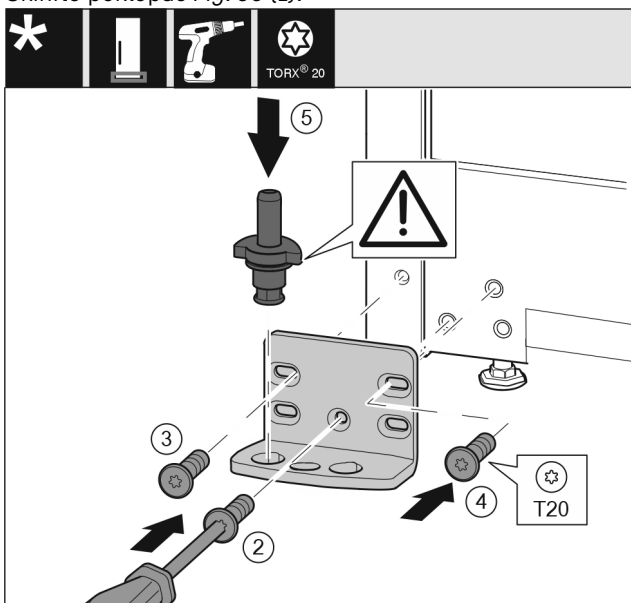

Fig. 31
- ▶ Postavite podložak ležaja na drugu stranu i pritegnite ga odvijačem. Započnite s vijkom Fig. 31 (2) dolje u sredini.
- ▶ Pritegnite vijak Fig. 31 (3) i vijak Fig. 31 (4).
- ▶ Potpuno umetnite podložak ležaja Fig. 31 (5). Pritom se pobrinite za to da je uskočna izbočina okrenuto prema natrag.